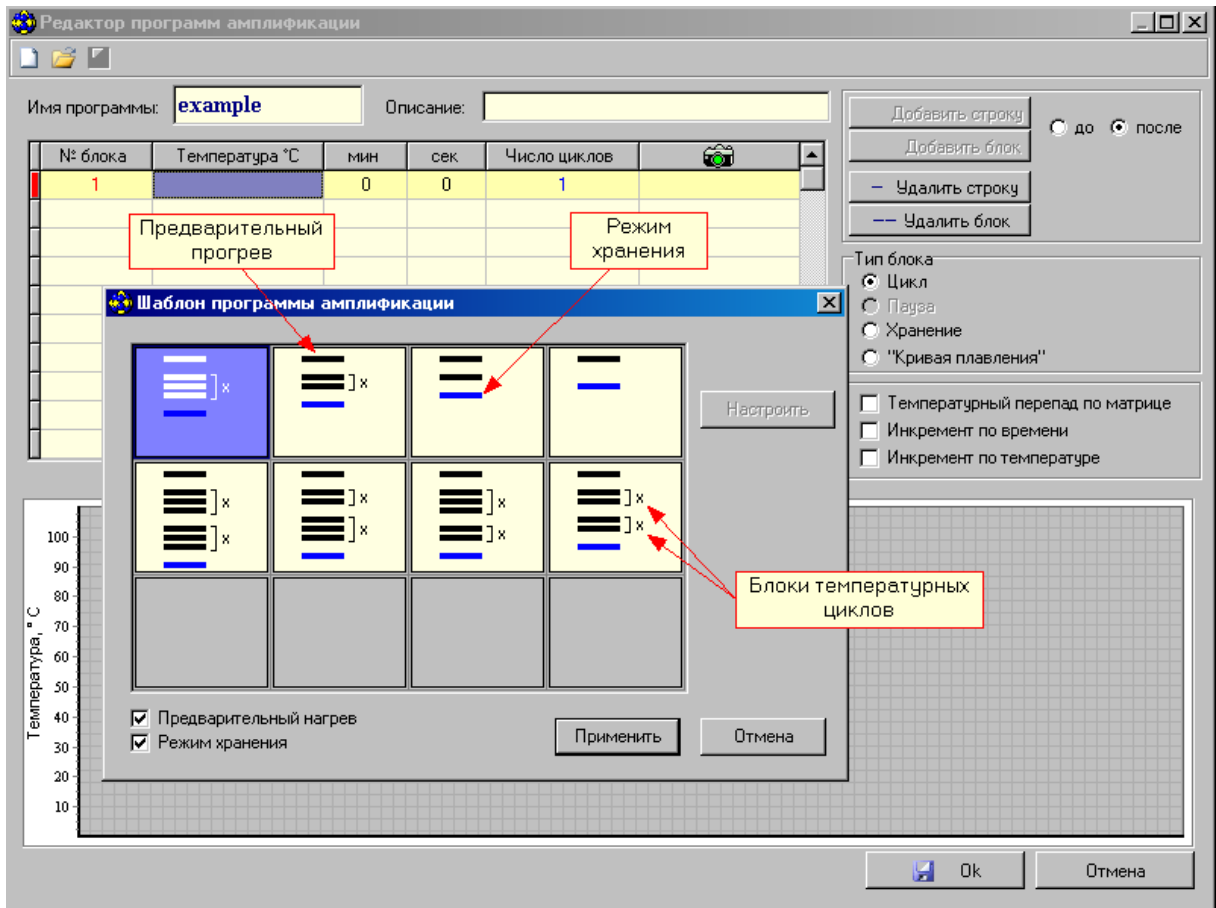

Рис.24. Создание программы амплификации с использованием шаблона.
2. Создать новую программу амплификации (кнопка ), используя окно Шаблон программы амплификации (Рис.24).